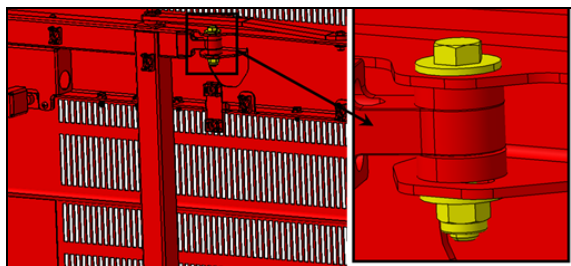

FIGURE 115:
6. Si la position longitudinale au niveau du bras supérieur est hors tolérance, vous pouvez ajuster la porte en utilisant le jeu au point d'attache entre le bras supérieur et la porte. (Figure 115:).